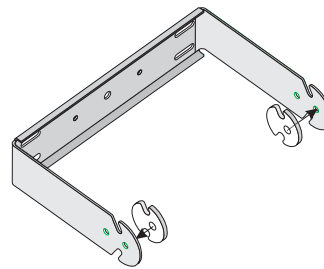
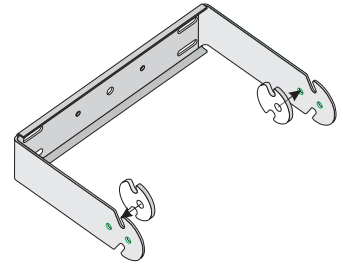

Abbildung 1- Einbaustelle der Dichtung bei Verwendung der äußersten Bohrungen
Abbildung 2- Position der Dichtung bei Verwendung der innersten Bohrungen
Schritt 4. Bei Verwendung der offenen Schlitze oder der äußersten Bohrungen die Antihaft-Schutzfolie von jeder Dichtung entfernen und die Dichtungen an die Innenfläche jedes Stützarms kleben, sodass sie mittig mit den Schlitzen ausgerichtet sind (siehe Abbildung 1). Bei Verwendung der innersten Bohrung die Dichtungen so anbringen, dass sie mittig mit den innersten Sicherungsbohrungen der Halterung ausgerichtet sind (siehe Abbildung 2).